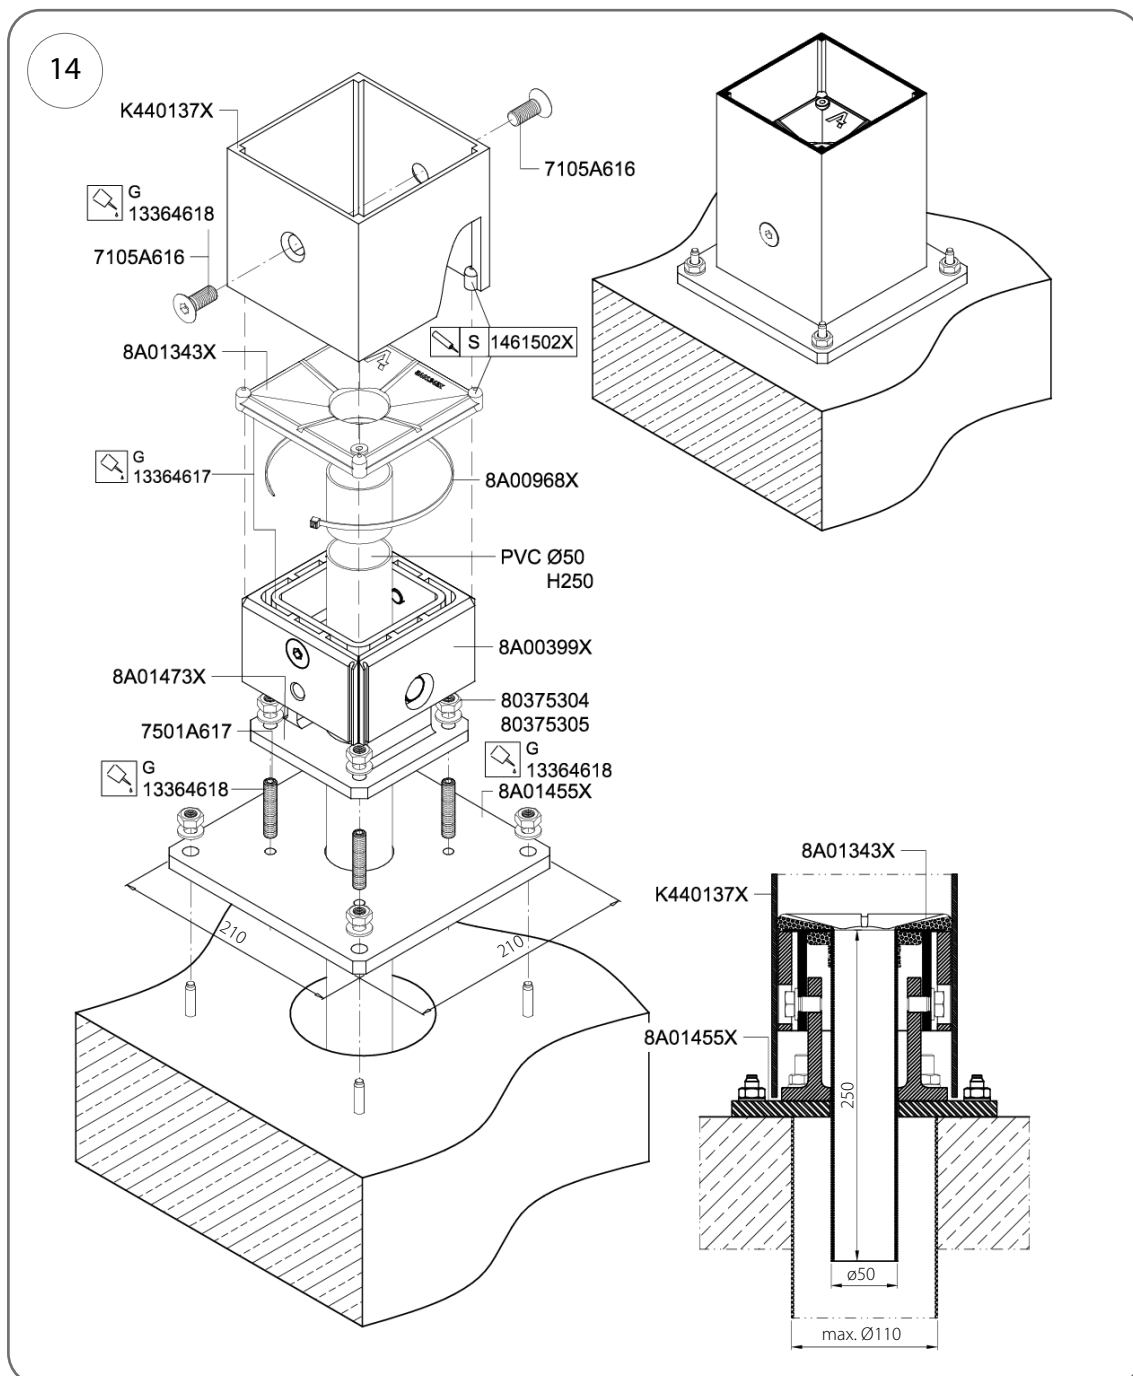

Abb. 14
6. Setzen Sie den Pergola-Pfosten K440137X auf die Konsole und befestigen Sie ihn mit 2 Inbusschrauben (Kat.-Nr. 7105A616, M12x30 mm) an der Konsole; tragen Sie auf die Schrauben Gewindedichtmittel (Kat.-Nr. 13364618) auf (Abb. 14).